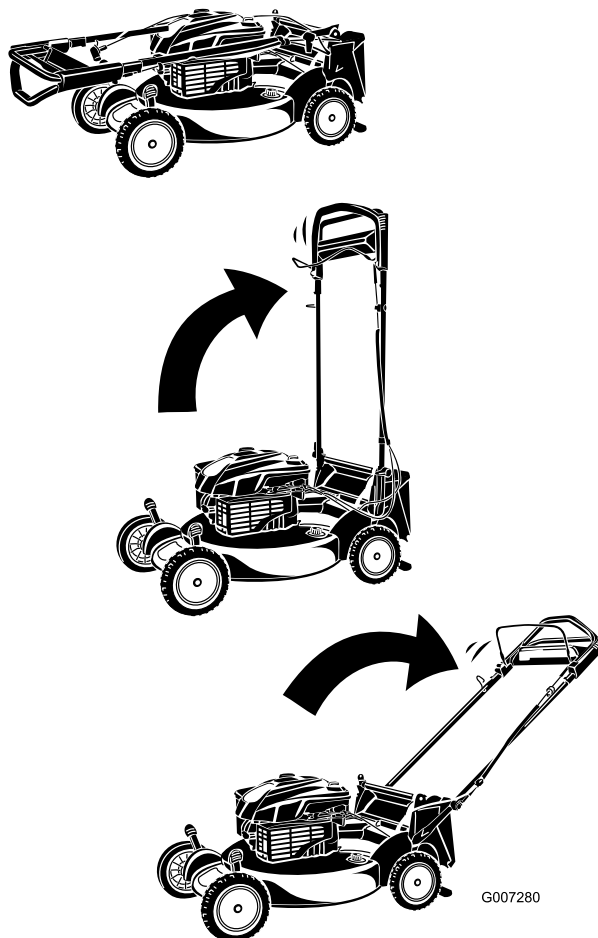

Рисунок 4
3. Поверните рукоятку назад (Рисунок 4).